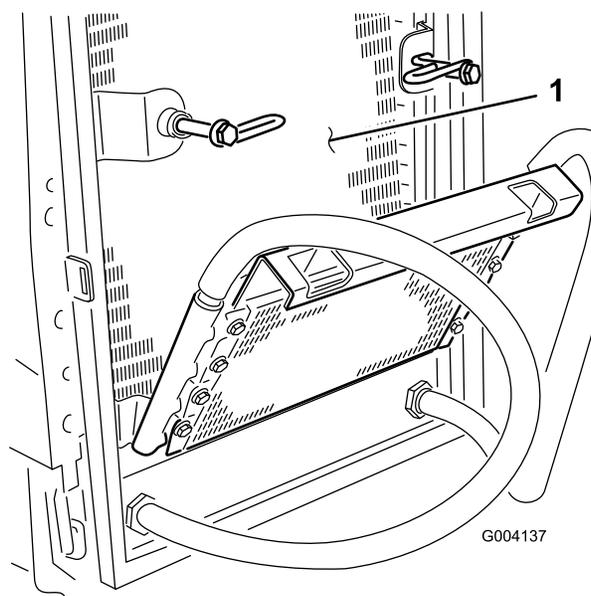

図 66
6. オイルクーラとラジエターの裏表を 図 66 圧縮空気ですていねいに清掃する。